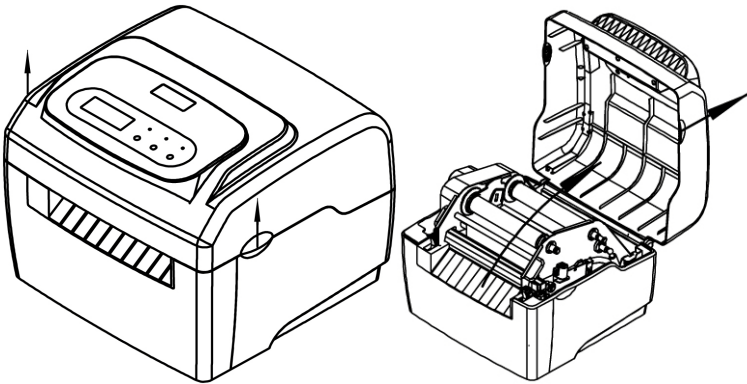

图 2.4.1
- 1) 沿箭头方向向上抬起，打开打印机上盖（如图2.4.1）；